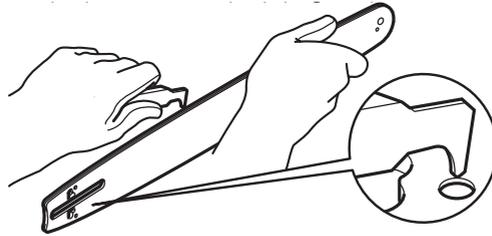

Fig. 39
3. Verifique a roda dentada de acionamento (28). Se estiver gasta ou danificada devido á tensão, solicite a substituição junto de um agente de assistência autorizado.
4. Limpe os resíduos das ranhuras da guia (13) utilizando uma chave de parafusos, uma espátula, uma escova de arame ou outra ferramenta semelhante. Isto irá manter as passagens de óleo abertas para fornecer a lubrificação adequada à guia (13) e à corrente (14) (Fig. 39).